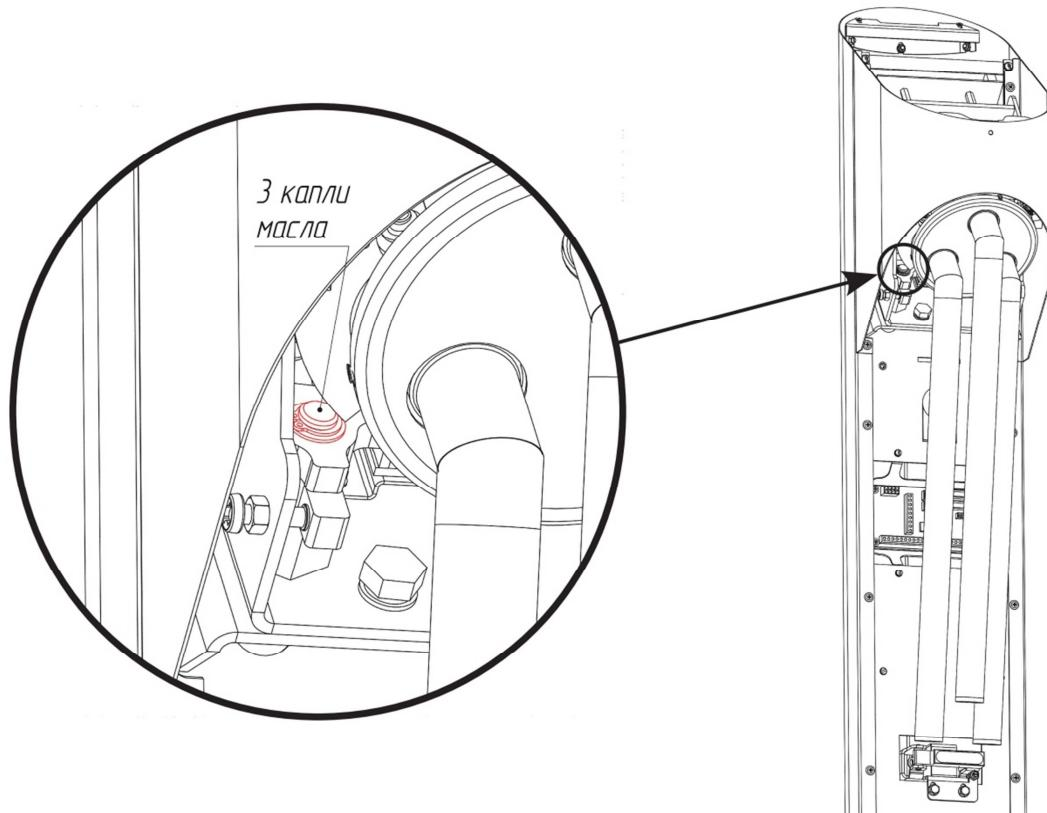

Рис. 12
- | 5.1. Ось вращения блока стопора (рис. 12).